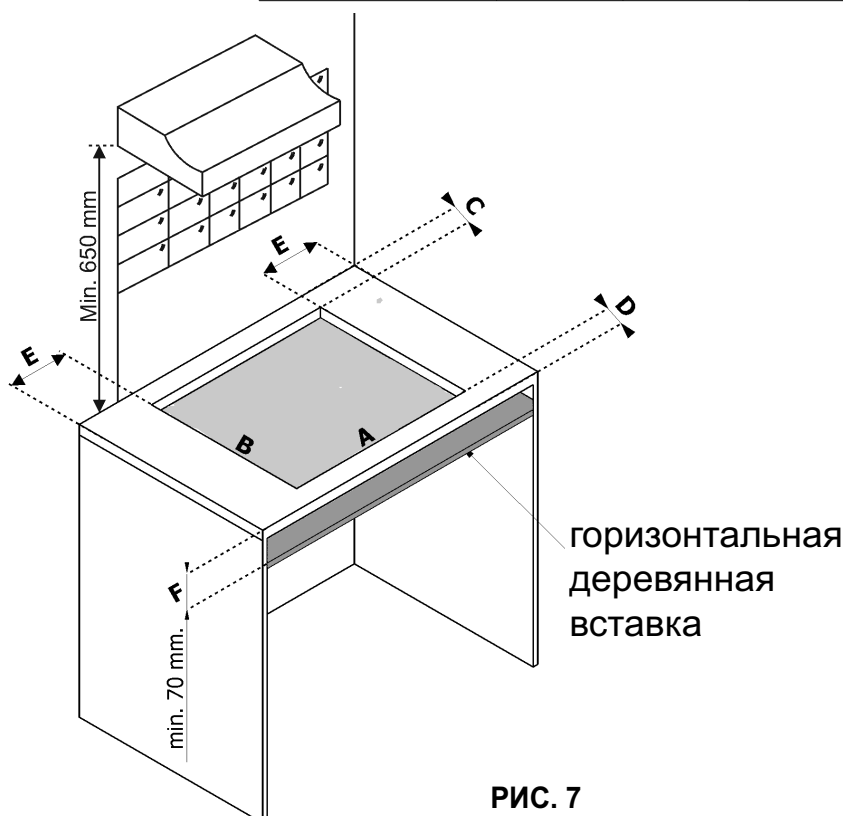

РИС. 7
На поверхности рабочего стола следует сделать прямоугольное отверстие для встраивания варочной поверхности, размеры которого приведены на рис. 7. Предварительно следует проверить соответствие минимальных допусков между поверхностью, боковой и задней стенками. Подвесные полки или вытяжки следует устанавливать на высоте не менее 650 см от поверхности прибора (см. рис. 7).
- Во избежание случайного соприкосновения с горячей варочной панелью во время проведения работ, необходимо установить деревянную прокладку, прикрученную болтами на минимальном расстоянии 70 мм от верха (см рис. 7).